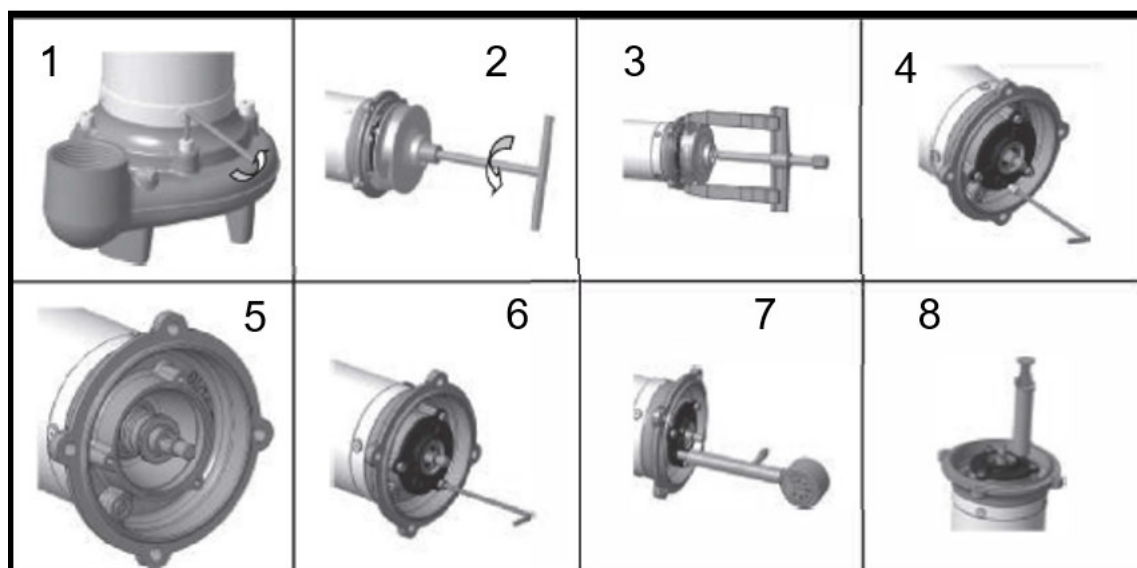

Abb.7-1: Wartung der Pumpe
1. Demontieren Sie das Pumpengehäuse (Abb. 7-1, 1).
2. Lösen Sie die Befestigungsschraube am Laufrad und prüfen Sie den Laufradring auf Verschleiß (Abb. 7-1, 2).
3. Entfernen Sie das Laufrad (Abb. 7-1, 3).
4. Öffnen Sie den Ölkammerdeckel, lassen Sie das Öl vollständig ab und prüfen Sie, ob sich Wasser im Öl befindet (z B. durch milchige Trübung oder Wasserflecken) (Abb. 7-1, 4).
5. Entfernen Sie die mechanische Dichtung und ersetzen Sie sie durch eine neue, geeignete Dichtung gemäß Herstellervorgabe (Abb. 7-1, 5).
6. Setzen Sie den Ölkammerdeckel wieder ein und ziehen Sie die Schrauben gleichmäßig fest (Abb. 7-1, 6).
7. Führen Sie eine Luftdruckprüfung an der Ölkammer durch. Legen Sie 0,3 MPa an und halten Sie den Druck für 3 Minuten. Der Zeiger muss während der gesamten Dauer stabil bei 0,3 MPa stehen (Abb. 7-1, 7).
8. Befüllen Sie die Ölkammer mit geeignetem Öl und ziehen Sie die Verschlusschraube fest. Achten Sie darauf, dass der O-Ring korrekt sitzt und keine Undichtigkeiten auftreten (Abb. 7-1, 8).